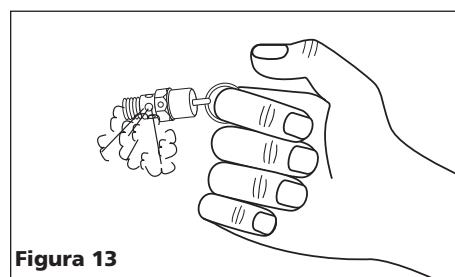

Figura 13
- Usando gafas de protección, tire del anillo de la válvula de seguridad para liberar la presión del tanque del compresor. Protéjase contra el aire a alta velocidad que se libera; no permita que el aire a alta velocidad quede dirigido hacia su rostro (vea la Figura 13).